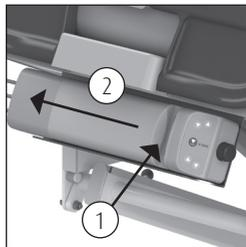

Abbildung 14 Akku.
- Der Akku befindet sich am Kopfende der Liege (siehe Abbildung 14).
- Um den Akku zu entfernen, lösen Sie mit einer Hand die Entriegelung (1) des Akkus und schieben Sie den Akku nach rechts (2) (siehe Abbildung 14).